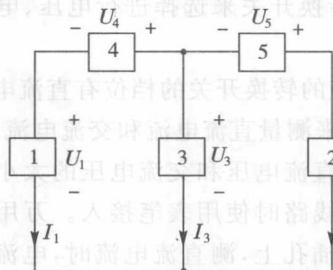

图 1-16 习题 4 图
4. 在图 1-16 所示电路中, 五个元件代表电源或负载。测得 $I_1 = -4\text{A}$, $I_2 = 6\text{A}$, $I_3 = 10\text{A}$, $U_1 = 140\text{V}$, $U_2 = -90\text{V}$, $U_3 = 60\text{V}$, $U_4 = -80\text{V}$, $U_5 = 30\text{V}$ 。